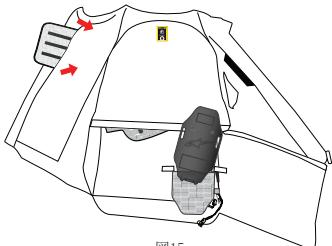

図15
5. エアバッグの胸部を覆う前面部分では、クリップを開き、エアバッグの前面と背面にあるフックとループのパッチパッチを取り外します。最後に、右袖の上にある開口部からエアバッグを取り出します（図15）。